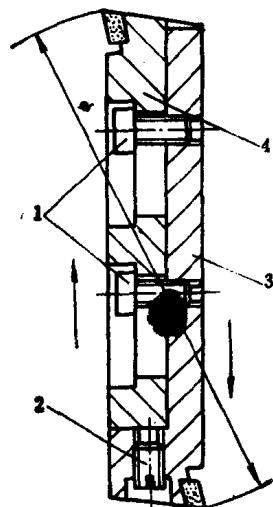

图1-6 浮动镗刀尺寸粗调方法
① 清除防锈油，用螺钉旋具将浮动镗刀中螺钉拧松，但还有少量的夹紧力，使刀体3和刀体4紧贴，然后拧动螺钉2，使刀体3和4作相对移动，使浮动镗刀尺寸逐渐增大，见图1-6。若尺寸调得过大，可将螺钉拧松，并在木质的垫板面上轻敲（避免敲切削刃），使尺寸减小，然后再拧动螺钉2，逐渐调到需要尺寸为止。